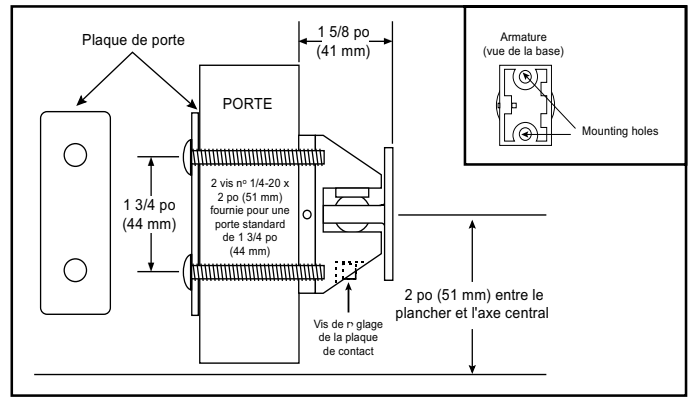

Figure 5. Fixation par boulons traversants (Série 1505 illustrée)
1. Au moyen d'une clé hexagonale de 5/32 po, tournez vers la gauche la vis de réglage de la plaque de contact pour desserrer celle-ci. (Fig. 5 et 6).
- a. **Fixation par boulons traversants (Fig. 5).** Marquez au pointeau le centre des deux trous (aux endroits marqués à l'étape 3) et percez un trou de 5/16 po de diamètre au travers de la porte. La distance entre les deux centres devrait être de 1-3/4 po.
La vis de réglage de la plaque de contact étant dirigée vers le bas, fixez l'armature sur la porte comme illustrée sur la Fig. 5 au moyen de deux vis n° 1/4-20 x 2 po (fournies).